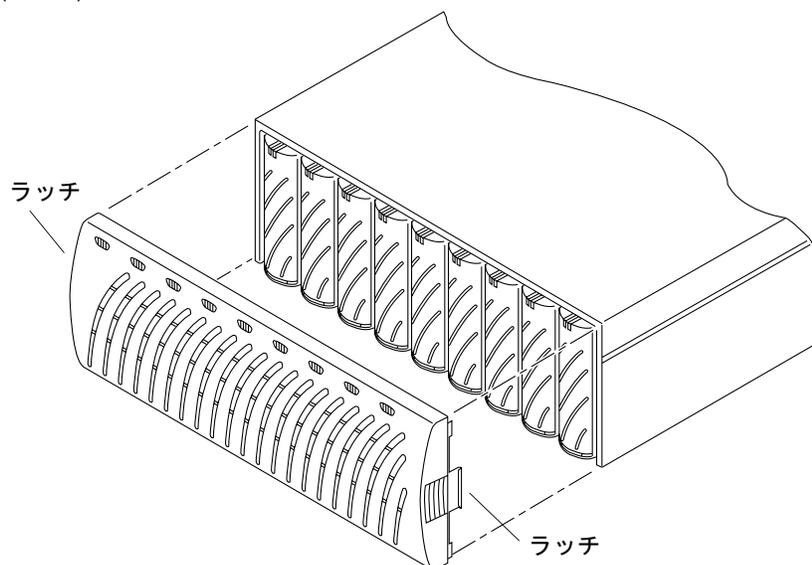

図 2-1 正面パネルの取り外し
4. アレイ側面のラッチを押してカバーを引き出し、正面パネルを取り外します (図 2-1)。